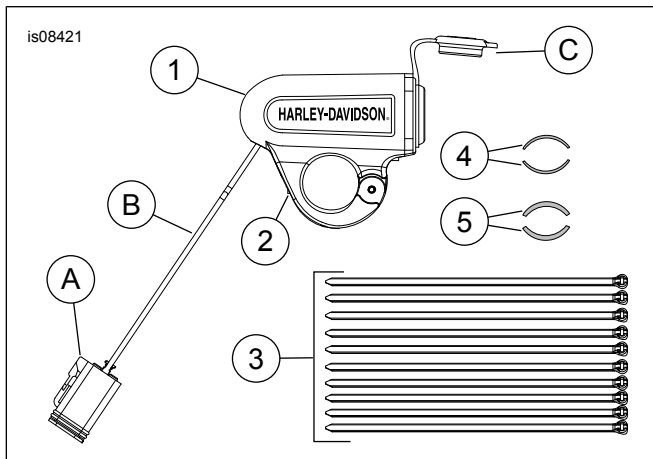

Figura 3. Parts tas-Service: Manubriju tal-Provvista tal-Enerġija ta' 12-il Volt
Ara Figura 3 u Tabella 2 .
5. Ara Figura 3 u Tabella 2 .
- a. Għall-manubriji ta' 7/8 pulzieri installa gaskets ħoxnin (5) mill-kitt.
- b. Għal manubriji ta' pulzier 1 installa gaskets irqaq (4) mill-kitt.
6. Ara t-Tabella 1. Qaxxar il-qoxra ta' wara (1) mill-gasket (2). Installa l-gaskets fuq in-naħa ta' gewwa tal-port tal-enerġija ta' 12-il volt (3).